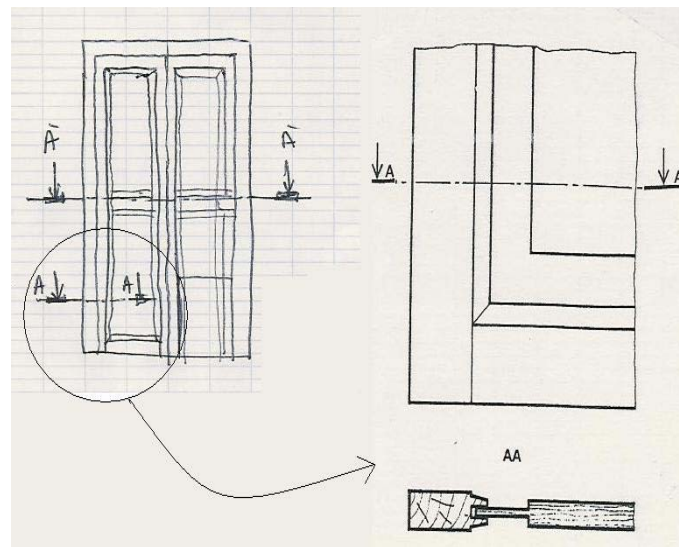

Figure 07
- On hachure les parties coupées on adoptant des conventions spécifiques aux hachures. ***Voir figure 07***